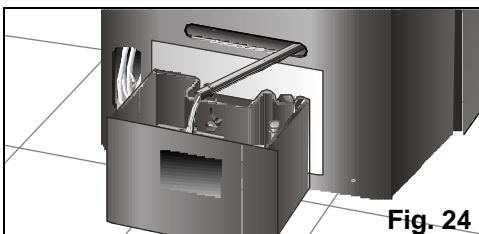

Fig. 24
- ❑ Antes, esvaziar a água de condensação que se encontra no depósito interno, retirando do seu alojamento o tubo de evacuação de água e desmontando o tampão, **Fig. 24**, para evacuar a água que se formou. Para isso deverá colocar um recipiente (ou o depósito extraível do equipamento) na saída do tubo de evacuação de água para apanhar a água condensada ou dirigir esse tubo para um escoamento próximo. Depois de ter esvaziado o depósito, não se esqueça de colocar o tampão e o tubo no seu alojamento.